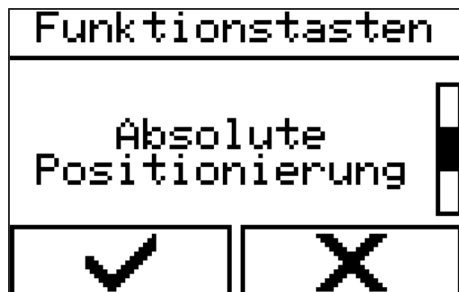

Abb. 41: Menü auswählen
1. ➤ Menü über „Handscharter“ → „Premiumfunktionen“ → „Einstellungen der Funktionstasten“ → „Absolute Positionierung“ (Abb. 41) auswählen.